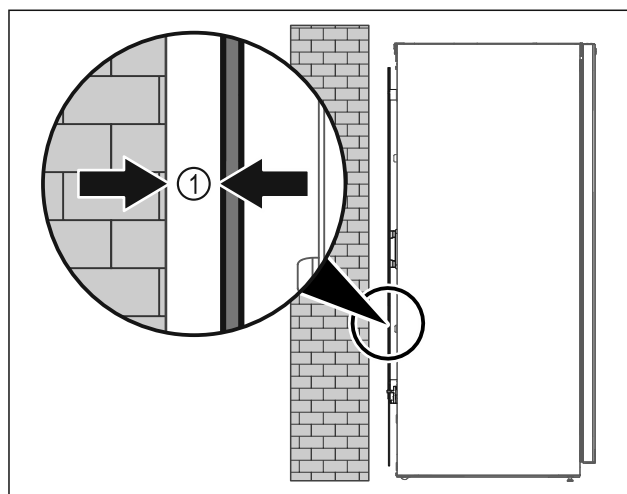

Fig. 8
- ▶ Still opp apparatet enten fritt i rommet eller direkte på en vegg med en minimumsavstand på 5 mm Fig. 8 (1).